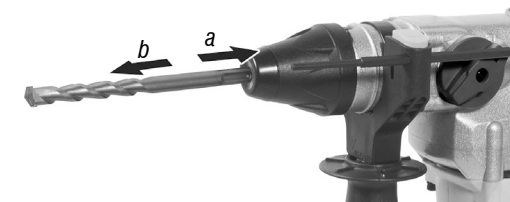

Fig. 3 – Dibujo demostrativo para remoción del accesorio
- Para remover el accesorio, tire y sujete el mandril (1) y tire el accesorio para adelante (Fig. 3). Todos los accesorios deben ser limpios después de la utilización.